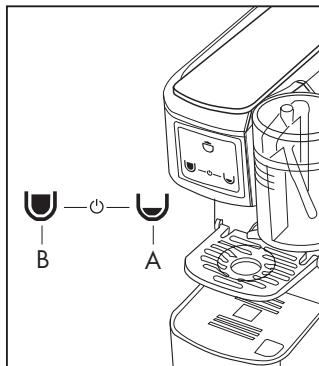

Fig. 4
- Encienda la máquina presionando uno de los símbolos (A) o (B) o contemporáneamente los 2 símbolos (A) y (B). (**Fig. 4**)
- Los botones situados en el panel de mandos (2) comenzarán a parpadear; cuando se iluminan permanentemente la máquina está lista para su uso (**Fig. 4**)
- Controle que no haya cápsulas en el interior de la máquina y que haya agua en el depósito (8); encienda la máquina pulsando uno de los símbolos (A-B) o contemporáneamente los 2 símbolos (A-B) (**Fig. 4**).